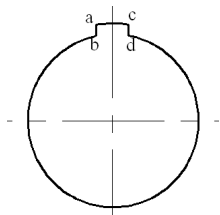

图 3-20 修剪结果
② 单击“默认”选项卡“修改”面板中的“修剪”按钮和“删除”按钮，修剪多余的直线，效果如图 3-20 所示。
③ 单击“默认”选项卡“修改”面板中的“环形阵列”按钮，在视图区选择线段 ab、cd 以及弧线 ac 为阵列对象，按 Enter 键，选取图 3-20 中中心线的交点为中心点，打开“阵列创建”选项卡，设置项目总数为 8，填充角度为 360°，命令行提示与操作如下：
指定阵列的中心点或 [基点(B) 旋转轴(A)]: 图 3-20 中中心线的交点